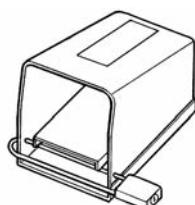

Figure 1 – Pédale de commande verrouillée
- **Verrouillez la pédale de commande lorsque l'appareil ne sert pas** (Figure 1). Cela évitera les risques de démarrage accidentel.